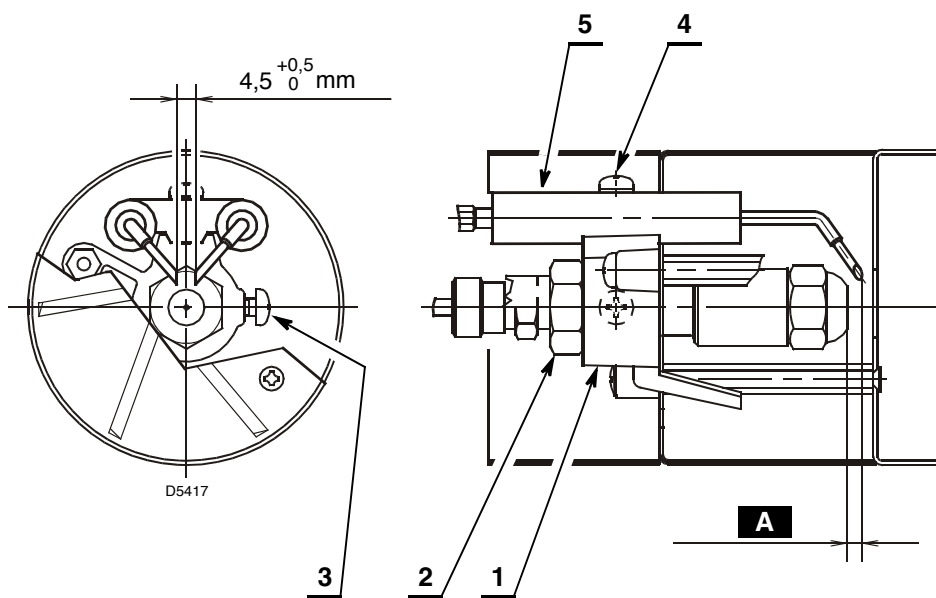

Abb. 22
- Den Stauscheibenhalter 1) (Abb. 22) auf den Düsenstock 2) legen und mit der Schraube 3) fixieren.